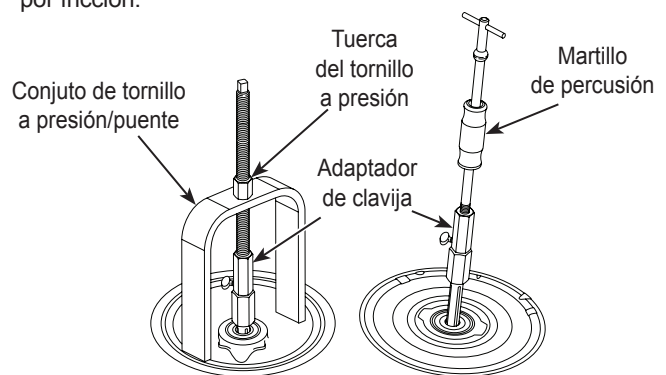

Figura 2
- Seleccione la clavija que hace juego con el casquillo de apriete e introduzca el extremo con una muesca de la clavija en el fondo del adaptador de la clavija. Apriete el tornillo de oreja en el adaptador para fijar la clavija en su sitio. Consulte el paso 2, figura 2.
- Introduzca la punta de la clavija en el casquillo de apriete y enrosque el adaptador de la clavija en el casquillo de apriete. Apriete firmemente el adaptador de la clavija hasta que el labio del casquillo de apriete quede firmemente expandido y bloqueado bajo/detrás de la parte insertada por fricción. Consulte el paso 3, figura 2.
- Enrosque y apriete el extremo del conjunto de tornillo a presión/puente en el martillo de percusión en la parte superior del adaptador de la clavija. Consulte la figura 2. *Nota: el adaptador de la clavija está diseñado para aceptar martillos de percusión tanto de 1/2 como de 5/8 de pulg.*